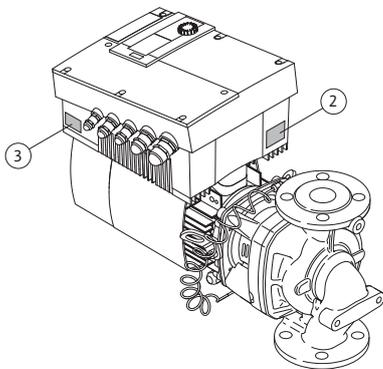

Fig. 11: Расположение фирменных табличек:
- Фирменная табличка привода находится на инвертере, со стороны кабельных вводов (рис. 11, поз. 3). Электроподключение насоса должно соответствовать данным, указанным на фирменной табличке привода.